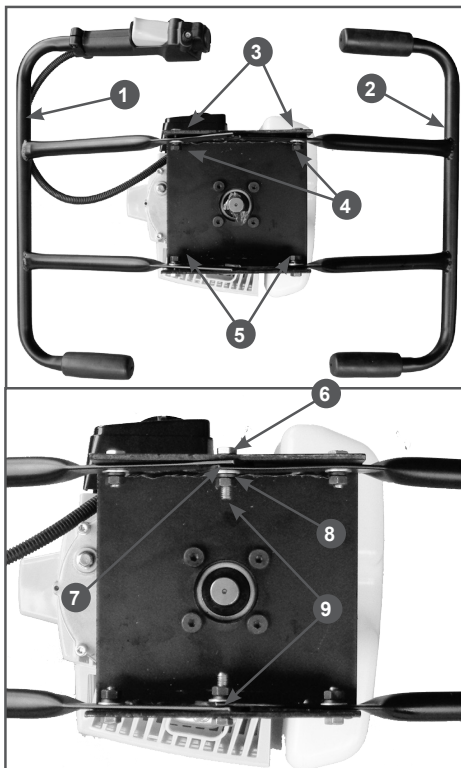

Рис. 2 Закрепление рукояток на раме редуктора
3. Переверните мотобур и осторожно поставьте на горизонтальную поверхность, как показано на Рис.2.
4. Закрепите рукоятки 1,2 на раме. Для этого необходимо совместить отверстия на краю рамы редуктора 3 и отверстия 4 на рукоятке. Соединить их короткими болтами, шайбами и гайками 5, не затягивая до конца (Рис.2).
5. Соедините обе рукоятки между собой и закрепить их на раме редуктора. Для этого необходимо совместить отверстия в середине рамы редуктора 6 и концевые отверстия на рукоятках 7,8. Соедините их длинными болтами, шайбами и гайками 9, не затягивая до конца (Рис. 2).